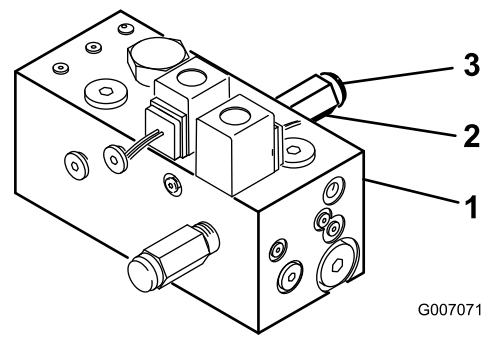

Bild 10
1. Entfernen Sie hinten am Verteiler die Kappe mit einem Schraubenschlüssel vom Sicherheitsventil (Bild 10).